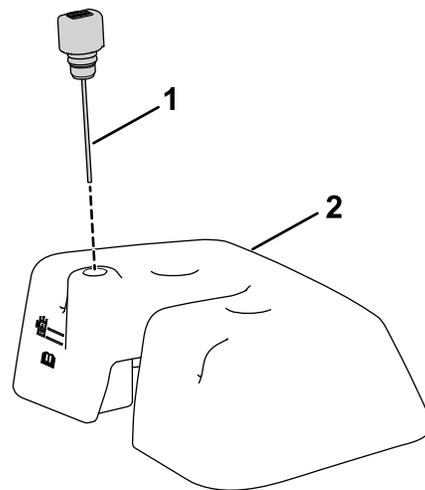

Bild 12
5. Stecken Sie den Peilstab in den Ölleck-Warnsystembehälter (Bild 12).